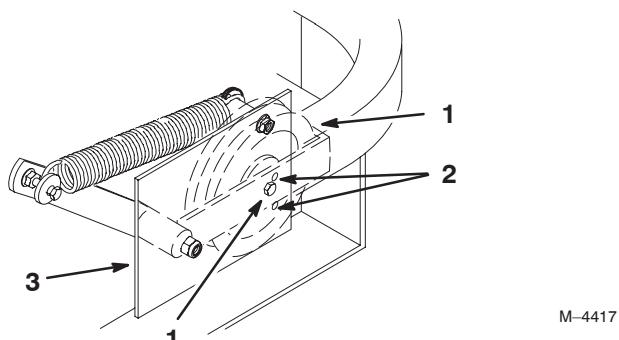

Figure 74
**Important** Vérifiez que la courroie est bien en place dans les guides avant et arrière (Fig. 74).
- Vérifiez la tension de la courroie. Le boulon central de la poulie de tension rappelée par ressort doit se trouver près du trou d'alignement supérieur de la plaque de support gauche (Fig. 74).